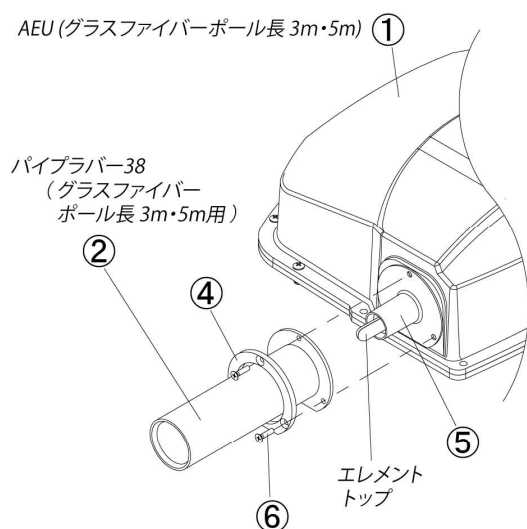
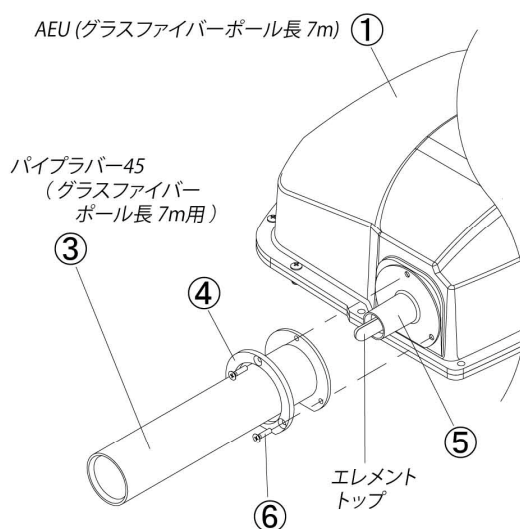

図1-1
図1-2
工場出荷時のAEUは、「図1-1、図1-2」にある②パイプラバー38、③パイプラバー45が組付けてありません、④ラバーサポートのみが組付けてあります。
「表1、図1-1、図1-2」に従って組立て直してください。
[表1、図1-1、図1-2参照]
- ・ [表1、図1-1、図1-2] はAEU1台分の部品構成表・図です。モデルによって組立てる台数は異なります。例えばKA1-406SであればAEU6台を組立てます。
- ・ パイプラバーは、AEUに搭載されているエレメントの長さによって二種類の長さがあります。使用するガラスファイバーポールの長さが「3m・5m」のAEUは、長さが短い「②パイプラバー 38」を使用します。これはガラスファイバーポール長3m・5mの専用の部品です。
- ・ 使用するガラスファイバーポールの長さが7mのAEUは、長い「③パイプラバー 45」を使用します。これはガラスファイバーポール長7mの専用の部品です。